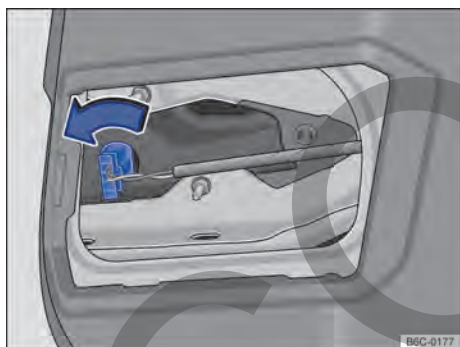

Fig. 168 En la tapa trasera: desinstalar el portalámparas.
- 4 Girar el portalámparas → fig. 168 hasta el tope en sentido antihorario y desensajarlo del alojamiento.